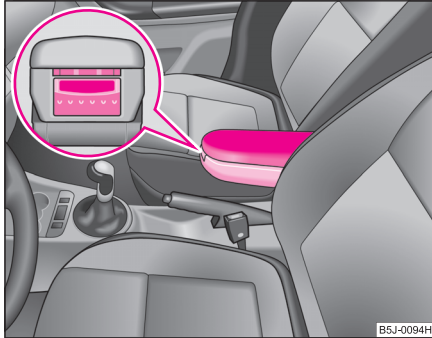

Abb. 86 Armlehne:
- Zum Klappen der Armlehne die untere Taste an der Stirnfläche der Armlehne drücken ⇒ Abb. 86. Klappen Sie die Armlehne vor und lassen Sie die Taste wieder los.